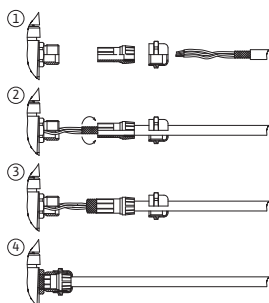

Fig. 25: Skärmklämma
Skärmen ansluts till kabelgenomföringen på elektronikmodulen. Se Fig. 25.
Kablarna till de digitala ingångarna, analoga ingångarna och busskommunikationen måste vara avskärmade via metallkabelförskruvningen till kabelgenomföringen (Fig. 19, pos. 4, 5 och 6). Avskärmning se Fig. 25.